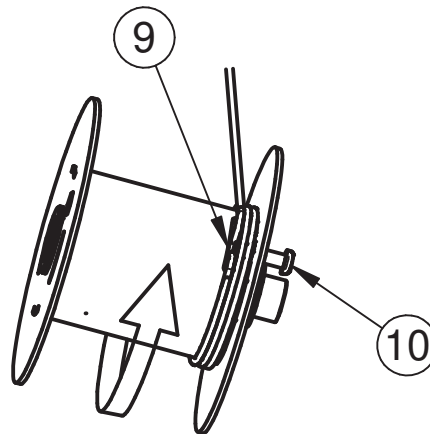

Fig. 4.5
5) Enroulez deux bobines complètes, en maintenant le câble en contact avec le tambour, puis créez une boucle et insérez-la dans la fente du tambour (Réf.9 Fig. 4.5), serrez complètement la vis Réf.10 Fig. 4.5 de manière à ce qu'elle passe à l'intérieur de la boucle, appliquez du frein-filet moyen sur la vis et serrez, puis enroulez complètement le câble.